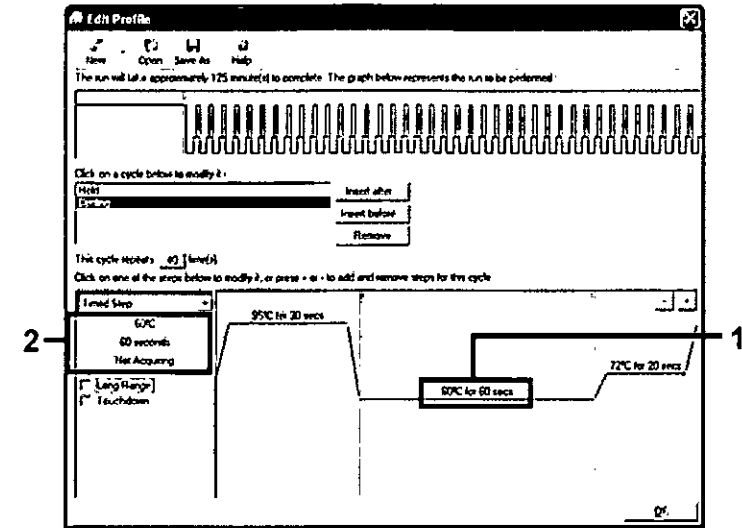

Ilustración 7. Paso de ciclado a 60 °C.
9. Seleccione el segundo paso y establezca el valor en "60°C for 60 secs" (60 °C para 60 s). Para activar la obtención de datos durante este paso, seleccione el botón "Not Acquiring" (No adquirir) (consulte la ilustración 7).